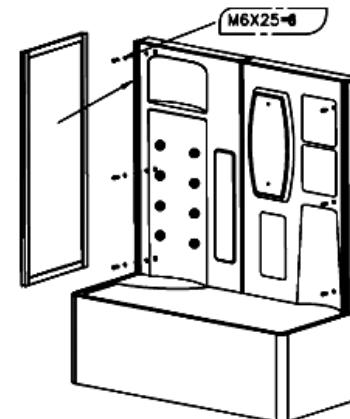

Abb.1
- Nehmen Sie die Schutzfolie von allen Acrylteilen ab (Wanne, Platten, Kuppel, hintere Acrylwand.) Drehen Sie die Hälften der Rückwand (5) mit den selbstschneidenden Schrauben zusammen und montieren Sie die zusammengestellte Rückwand an die Wanne (6). Befestigen Sie die Rückwand an der Wanne mit den Bolzen. Die Stöße und die Verbindungen dichten Sie mit der essigfreien Dichtung (Es kann jede Silikondichtung der entsprechenden ph-Neutralität, Farbfreiheit und Schimmelschutzes verwendet werden.) Gleichen Sie die Wanne zum Fußboden nach der Niveau ab.
- Schrauben Sie die Wandprofile (1) an die Seitenwand (5) an. Dichten Sie die Verbindungen ab. (s. Abb. 1).